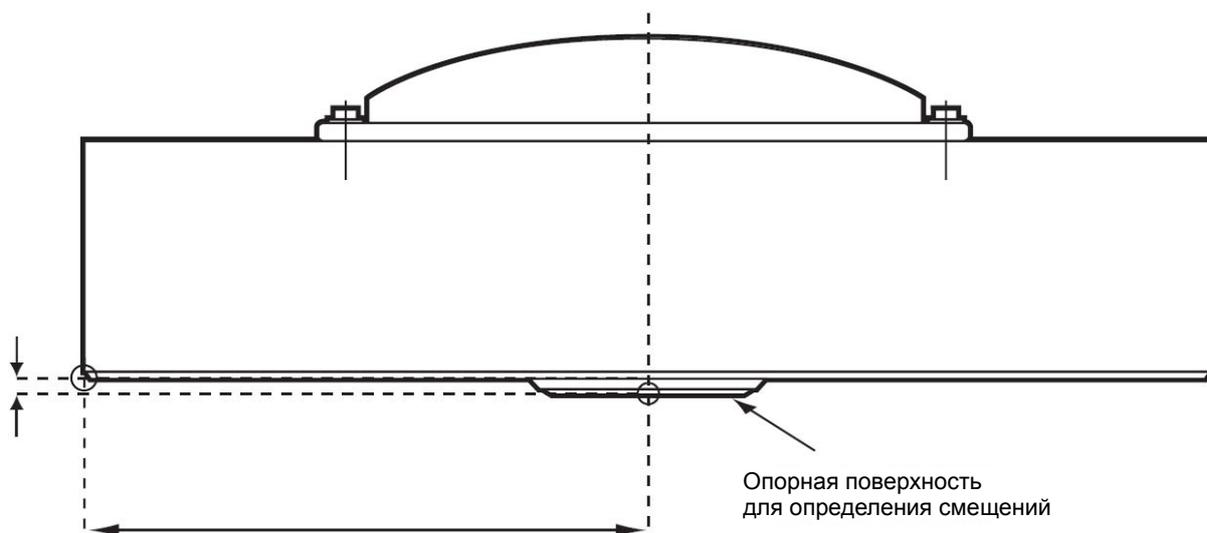

Рисунок 3-13. Пример задания элементов приведения антенны
1. Измерьте высоту антенны над центром (маркой) пункта методом наклонного или вертикального измерений (см. рисунок 3-13 на странице 3-19).